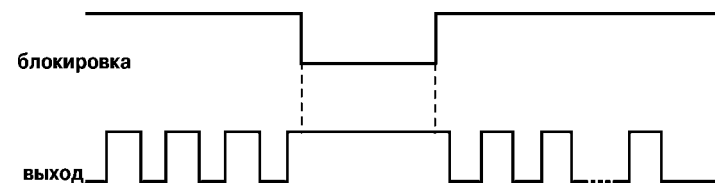

Рис. 8
3.1.3.4. Низкий уровень сигнала «Блокировка» останавливает выполнение программы (рис. 8). При этом выходное устройство остается в том состоянии, в котором оно было в момент прихода сигнала. Задержка реакции прибора на изменение сигнала блокировки составляет не более 0,1 мс. После снятия сигнала выполнение программы продолжится с момента остановки.